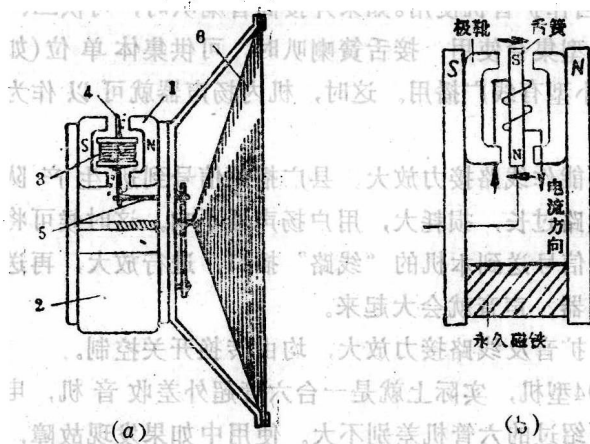

图 14-4
(1) 构造和工作原理 它是农村有线广播中应用相当广泛的一种，构造如图 14-4(a)所示。
它的工作原理是这样的：音频电流通过线圈时，线圈周围产生磁场，舌簧片被磁化。在某一时刻电流方向如图 14-4(b)所示，舌簧的上端为 S 极，下端为 N 极。在磁场作用下上端向右偏转，下端向左偏转，带动传动杆向里拉纸盆。在另一时刻，舌簧片的上端为 N 极，下端为 S 极，在磁场的作用下，舌簧片的上端向左偏转，下端向右偏转，带动传动杆向外推纸盆。因为音频电流的大小和方向是变化的，所以线圈两端的极性和磁场强度也相应地变化，于是纸盆也就